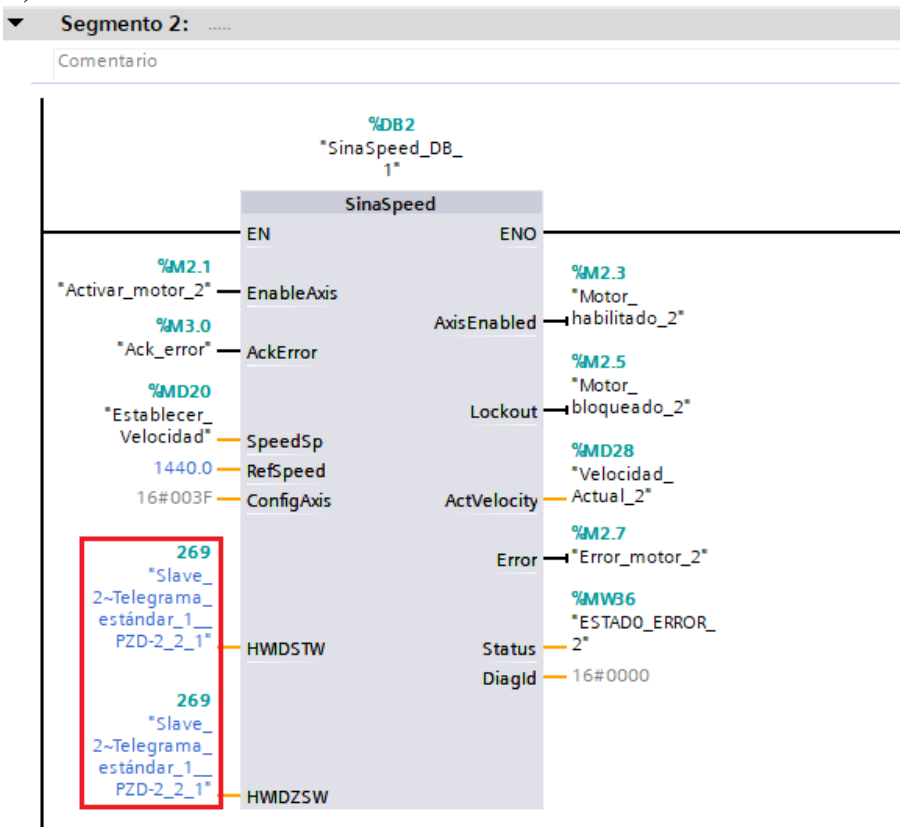

Figura 31. Bloque SinaSpeed Motor 2.
- El bloque SinaSpeed para el segundo variador queda configurado de la siguiente manera (ver Figura 31).